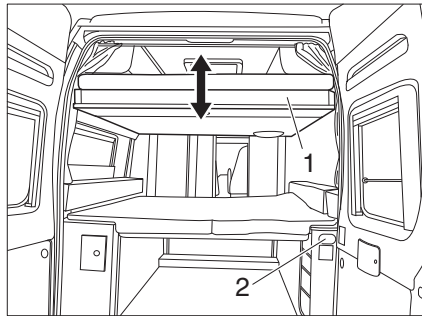
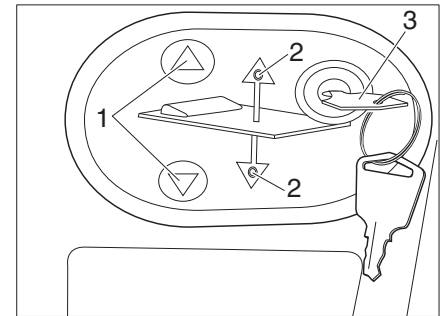

Bild 51 Elektrisches Hubbett
Bild 52 Bedienpanel für elektrisches Hubbett
- Schlüssel (Bild 52, 3) in das Bedienpanel (Bild 51, 2) stecken.
- Auf Taste  oder  (Bild 52, 1) drücken und gedrückt halten. Die jeweilige LED (Bild 52, 2) leuchtet und das Hubbett (Bild 51, 1) senkt oder hebt sich.
- Wenn die gewünschte Position erreicht ist, Taste  oder  (Bild 52, 1) wieder loslassen. Die jeweilige LED (Bild 52, 2) erlischt.
- Schlüssel (Bild 52, 3) abziehen.